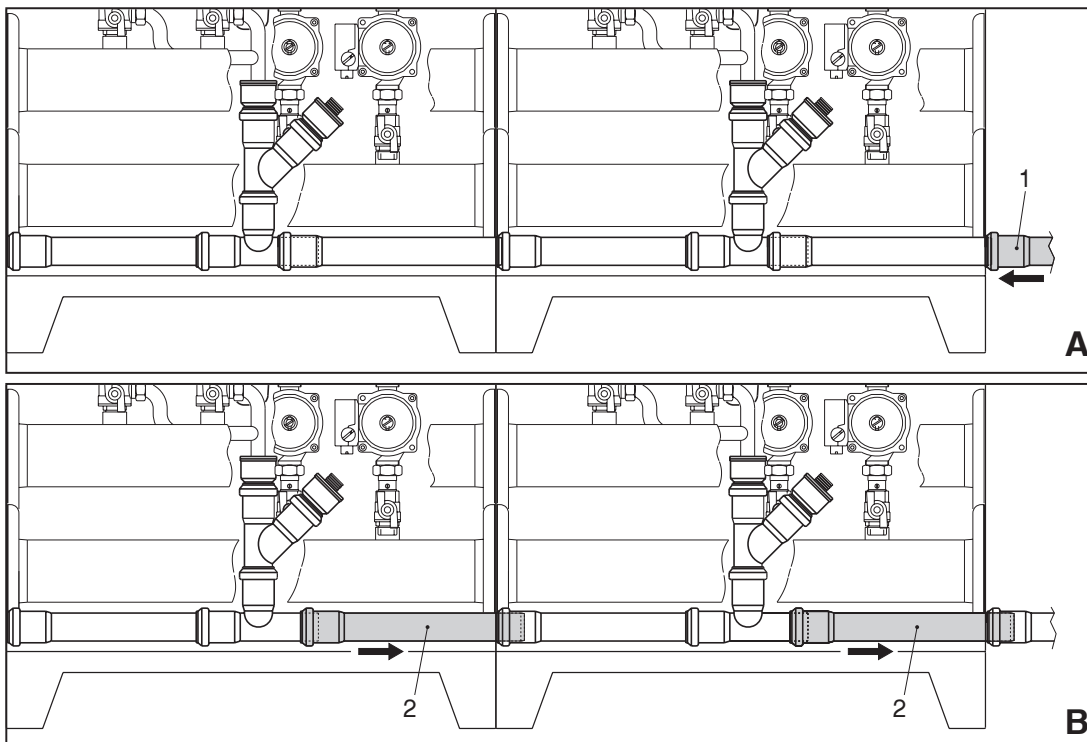

fig. 8
- Antes de apretar las tuercas, comprobar que las guarniciones estén bien colocadas e introducir los tubos de descarga de la condensación de los dos módulos (fig. 8).